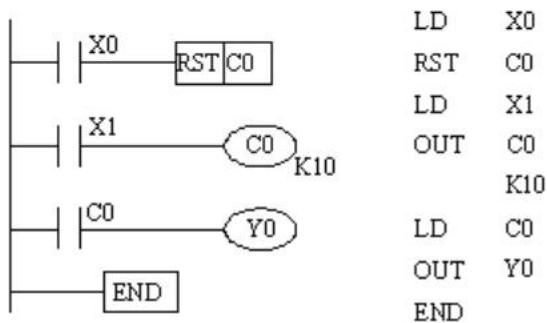

图 12 计数器梯形图语句表
计数器指令的梯形图和语句表如图 12 所示。
- (1) 按图 12 输入程序。
- (2) 检查程序，使其正确。
- (3) 执行程序，观察输出结果。当 X0 断开时，X1 闭合 10 次，Y0 有输出；当 X0 闭合时，再把 X1 闭合 10 次，Y0 无输出。